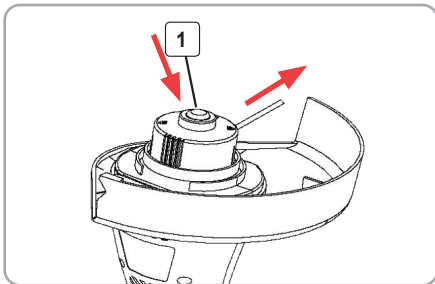

Fig.7
- La pornirea motocositoarei pentru prima data, verificati daca firele de nylon ating sau trec peste lama de taiere. In cazul in care acestea nu sunt suficient de lungi, apasati butonul (Fig. 7 (1)) si trageți mai mult de firul de nylon pentru a-l lungi. (Fig. 7)